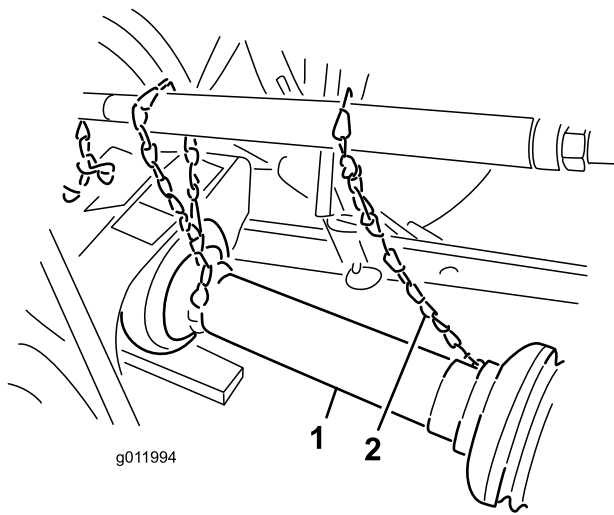

Figura 6
5. Ligue as correntes de segurança da proteção entre as secções do veio de alimentação aos cliques soldados nos braços de articulação ou resguardos da PTO (Figura 6).